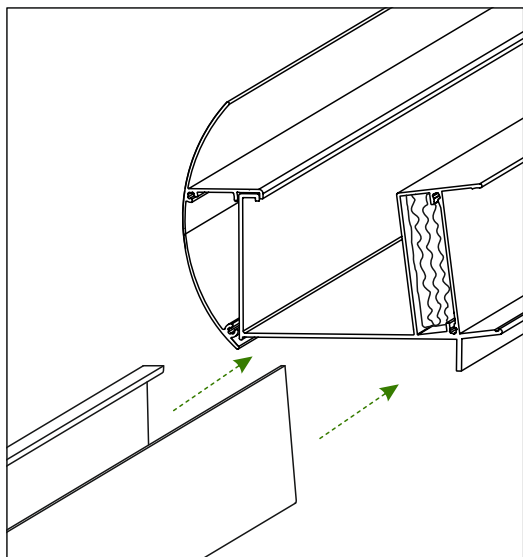

Abb. 4
4. Schieben Sie nun das Rinnenverbindungsstück links in das noch nicht befestigte Rinnenprofil. Siehe Abb. 4. und platzieren Sie es bündig an das angebrachte Rinnenprofil und den Pfosten. Schieben Sie es hierfür in die dafür vorgesehene Öffnung im Mittelsparren und fixieren Sie den Mittelsparren mit einer Schraube. Siehe Abb. 5.